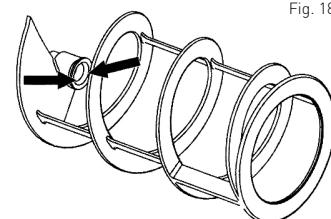

Fig. 18
- Lubrificați capacul (A) al garniturii melcului, așa cum se arată în Fig. 18, folosind lubrifiantul (furnizat).